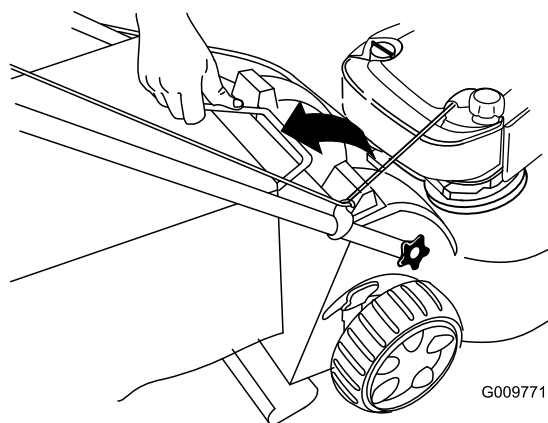

Figur 29
1. Ta bort mullningspluggen (Figur 29).